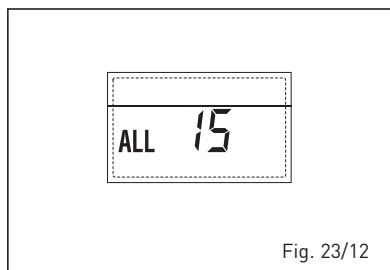

Fig. 23/12
- ANOMALIA Sonda ESTERNA “ LAMPEGGIANTE” (fig. 23/13)